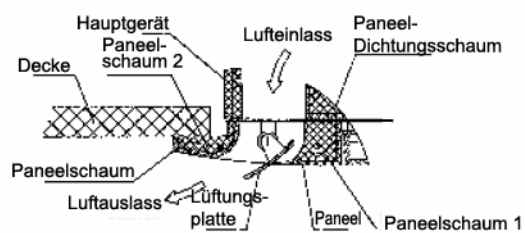

Abb. 12
- f. Ziehen Sie die Schrauben unter den Paneelhaken so lange weiter an, bis die Schwammdicke zwischen dem Hauptgerät und dem Paneelausgang nur noch 4~6 mm beträgt. Die Paneelkante muss gut mit der Decke abschließen. (Siehe Abb. 12)